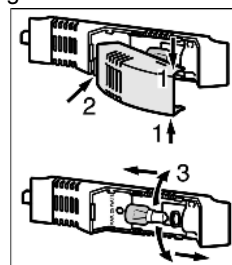

Fig. 18
- ▶ Lampeskjermen gripes oppe og nede *Fig. 18 (1)*.
- ▶ Lampeskjermen løsnes på baksiden og hektes av *Fig. 18 (2)*.
- ▶ Skift pære *Fig. 18 (3)*.